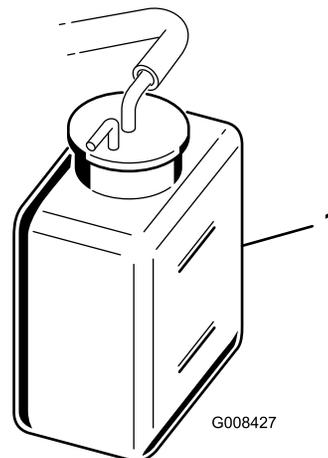

Рисунок 26
2. Проверьте уровень охлаждающей жидкости (Рисунок 26).